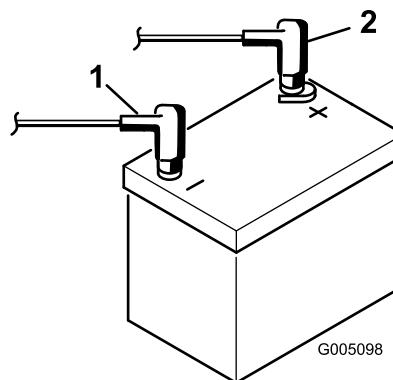

Figura 7
9. Instale o cabo positivo (vermelho) no terminal positivo (+) e o cabo negativo (preto) no terminal negativo (-) da bateria e fixe-os com os parafusos e as porcas (Figura 7). Coloque a proteção de borracha sobre o terminal positivo para evitar um curto-círcito.